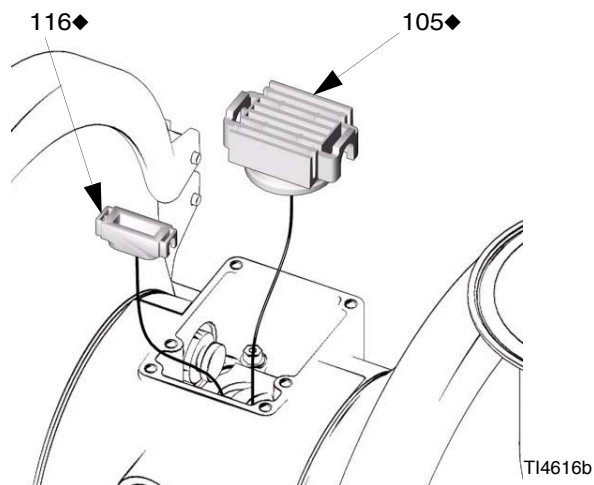

Рис. 7
3. Сместите каретку (105) клапана в центральное положение и извлеките ее из углубления. Пользуясь плоскогубцами с остроконечными губками, извлеките из углубления блок управления (116), держа его вертикально. См. Рис. 7.